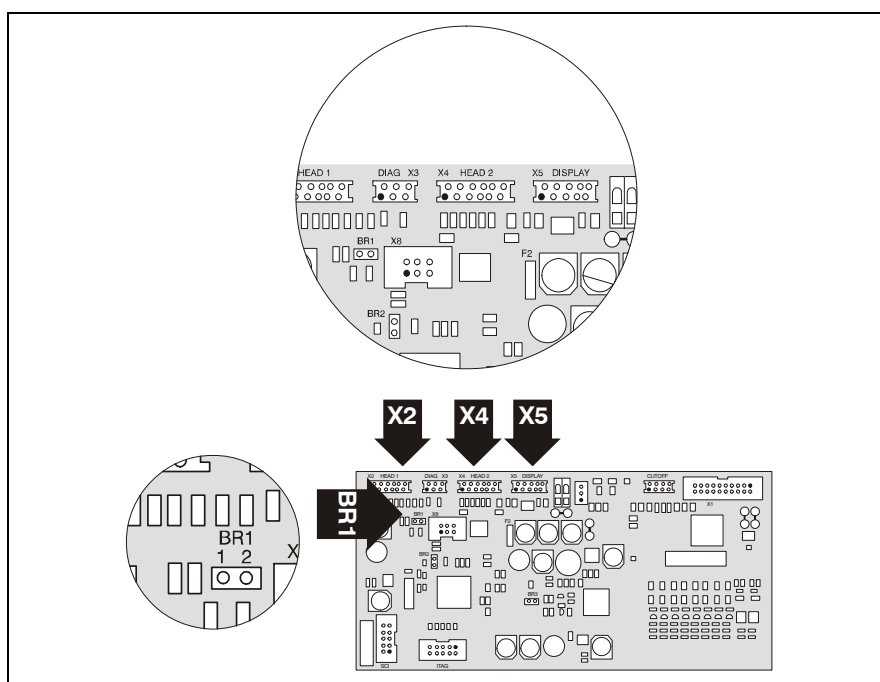

Рис. 5.25: Подключение основной платы X2, X4 и BR1
6. Выставьте перемычку BR1 на основной плате. (см. Рис. 5.25)
7. Подключите модуль детекции с помощью плоского ленточного кабеля к основной плате. Клемма: X2 HEAD 2 (см. Рис. 5.25)